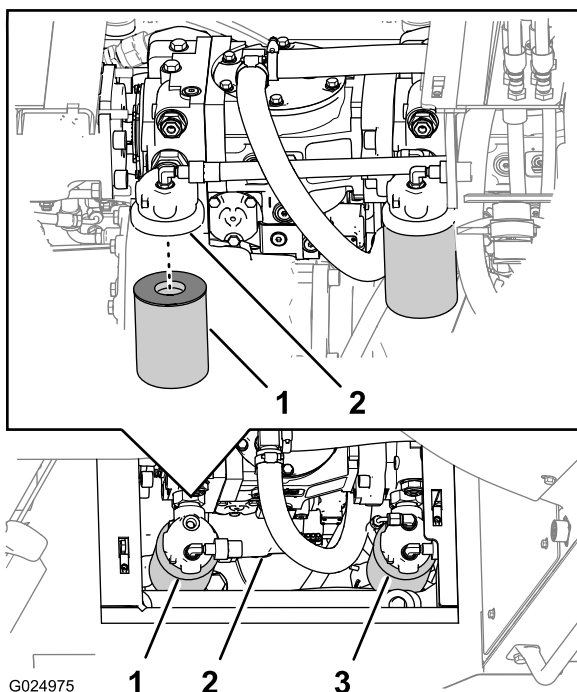

Figura 116
Nota: Potete accedere al filtro idraulico di carica da sotto il lato destro della macchina, dietro il serbatoio idraulico (Figura 116).
2. Mettete un contenitore sotto il filtro idraulico di carica (Figura 116).
3. Ruotate il filtro idraulico di carica in senso antiorario e rimuovetelo (Figura 116).